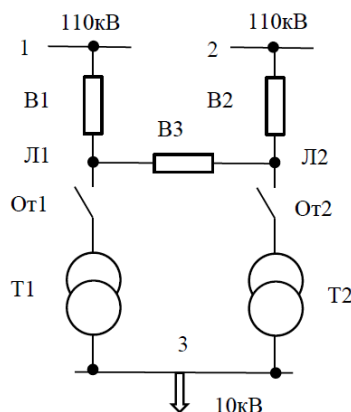

Рисунок 2 – Схема замещения подстанции
- Схема замещения подстанции показана на рис. 2. Описание схемы и параметры расчета: